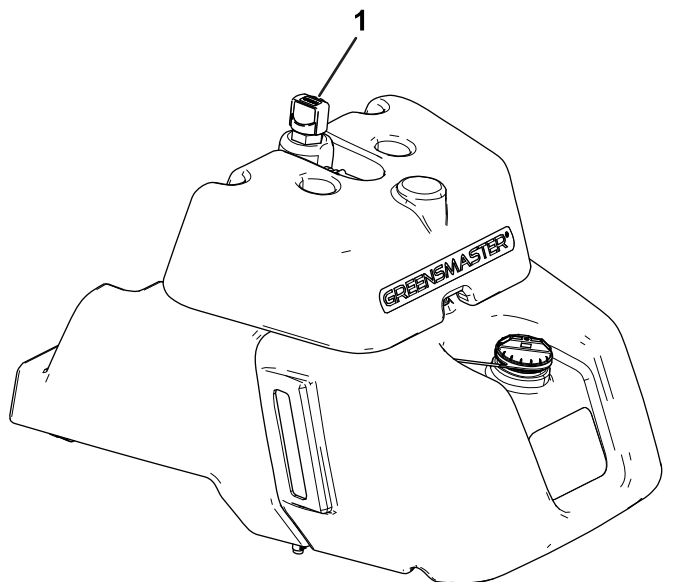

图36
- 如果油箱没有观察窗口请找到主液压油箱顶部的量油尺图36然后继续步骤 3。